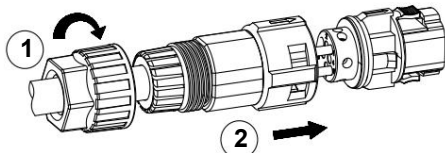

FIG.6 Montagem do Conector
4) Aperte a porca de pressão e em seguida empurre a luva rosca para dentro do bujão, conforme FIG.6.